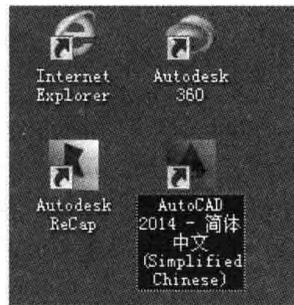

图 1-1 双击桌面快捷方式启动 AutoCAD 2014
- 桌面快捷方式:安装完 AutoCAD 2014 后,在桌面放置一个 AutoCAD 2014 快捷方式图标。双击该图标可以启动 AutoCAD 2014,如图 1-1 所示。